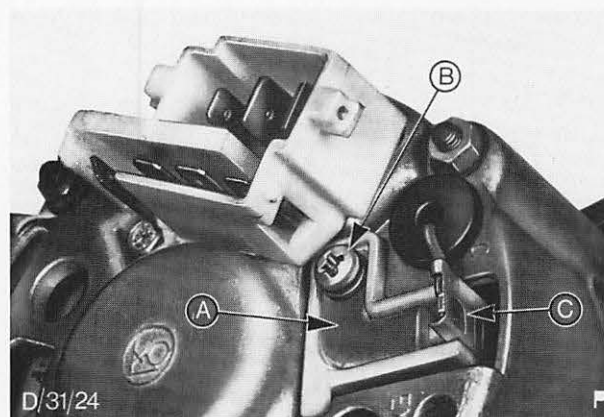

Abb. 88 A = Bürstenhalter
3. Kabel vom Bürstenhalter abklemmen. Halteschraube entfernen und Bürstenhalter herausnehmen. Abb. 88.